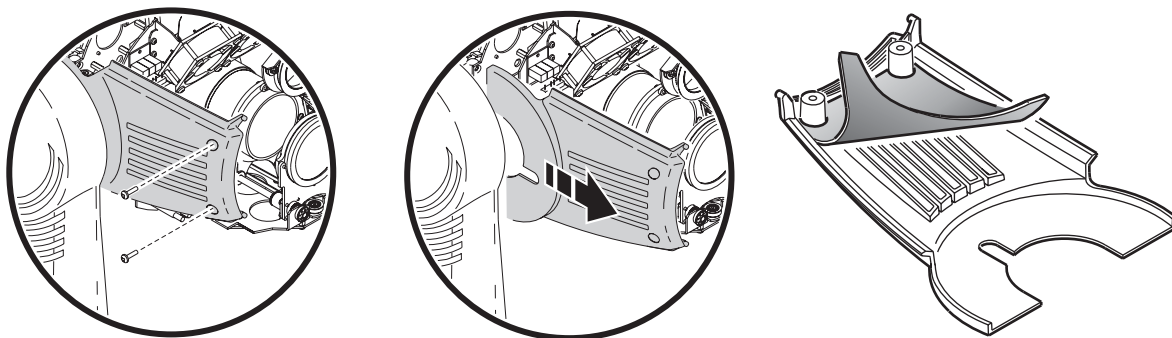

Figure 18: Changement des filtres à air
6. De chaque côté de la tête, retirez les deux vis qui maintiennent les capots latéraux. Tirez ces capots vers l'avant pour les retirer. Nettoyez ou changez les filtres à air. S'ils sont saturés de liquide à fumée ou de poussière, lavez-les dans de l'eau savonneuse et laissez-les sécher complètement. Placez les filtres en position et remontez les capots. Voir Figure 18.